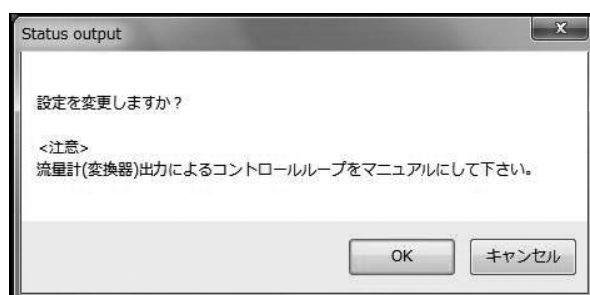

図3-42
- ④ 全ての設定が完了し、「OK」ボタンをクリックすると、メッセージボックス（図3-42）が表示されます。